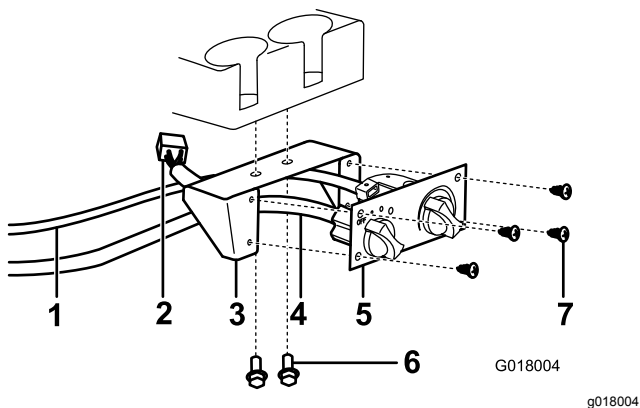

Figura 23
5. Instale a montagem de controlo do aquecedor ao painel de instrumentos sob os suportes dos copos com dois parafusos de cabeça flangeada e porcas (Figura 23).
aquecedor e conector de cablagem branca ao aquecedor (Figura 23).
7. Fixe o controlo do aquecedor à montagem do controlo do aquecedor utilizando 4 parafusos de placa de metal (Figura 23).